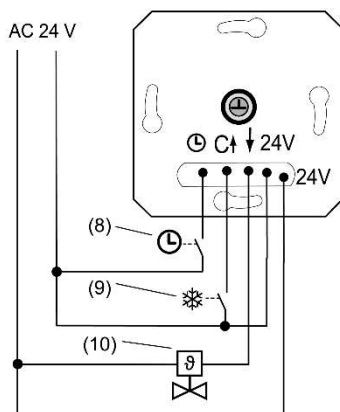

Bild 2: Anschlussbeispiel des Einsatzes
- Elektrothermischen Stellantrieb (10) an Einsatz (1) gemäß Anschlussplan (Bild 2) anschließen. Leiterquerschnitte beachten (Bild 3).
- Optional den Eingang ECO-Betrieb $\odot$ über einen Schaltkontakt einer Zentraluhr (8) beschalten. Liegen 24 V am Eingang an, wird die eingestellte Solltemperatur, ausschließlich im Heizbetrieb, um 4 °C reduziert.
- Optional den Eingang Kühlen C über einen Schaltkontakt der Heizungsanlage (9) beschalten. Liegen 24 V am Eingang C an, ist der Kühlbetrieb aktiv. Werden die 24 V abgeschaltet, schaltet das Gerät automatisch in den Heizbetrieb. Nach jedem Umschalten leuchtet die LED für 10 Sekunden in der Farbe der aktuellen Betriebsart.